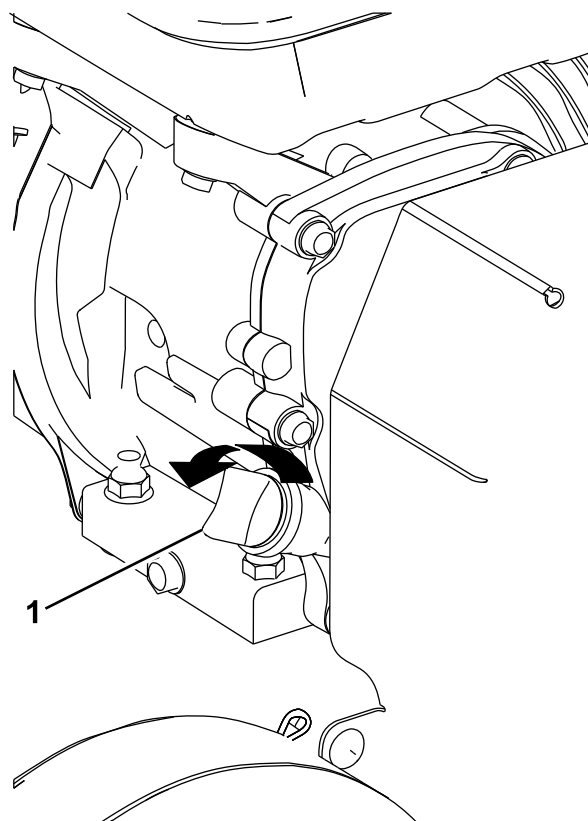

Figure 10
2. Nettoyez la surface autour de la jauge d'huile (Figure 10) pour éviter que des impuretés ne pénètrent dans le goulot de remplissage, et n'endommagent le moteur.
3. Retirez la jauge d'huile et essuyez soigneusement son extrémité (Figure 10).
4. Insérez la jauge d'huile intégralement dans le goulot de remplissage. Ne vissez pas la jauge. (Figure 10).